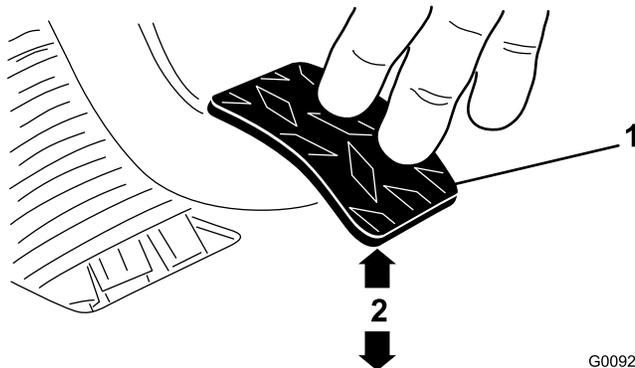

Bild 71
3. Stellen Sie die Klemmmuttern und/oder Kugelgelenk ein, bis sich die untere hintere Kante des Kupplungspedals $9,5 \text{ cm} \pm 3 \text{ mm}$ von der Oberseite des Bodenplattensternmusters befindet, wenn Sie eine Kraft von $1,8 \text{ kg}$ auf das Pedal anwenden (Bild 71).